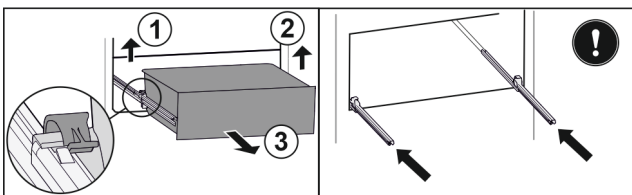

Fig. 75
- Linke Klemme anheben und gleichzeitig Schubfach links nach vorne ziehen. Fig. 75 (1)
- Rechte Klemme anheben und gleichzeitig Schubfach rechts nach vorne ziehen. Fig. 75 (2)
- Schubfach nach vorne entnehmen. Fig. 75 (3)